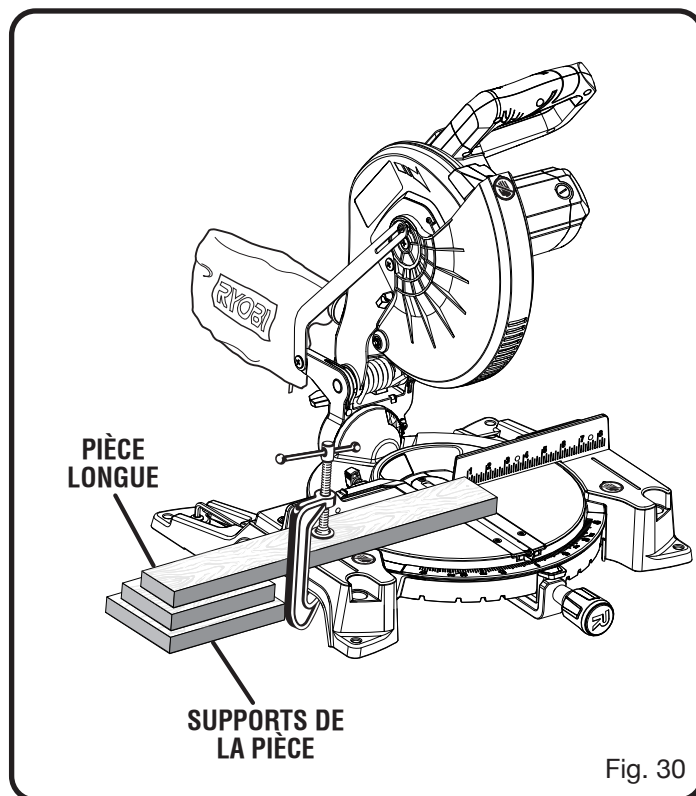

Fig. 30
- Lors de la coupe de planches ou de moulures longues, soutenir l'extrémité libre de la pièce avec un chevalet à rouleau ou un plan de travail se trouvant au même niveau que la scie. Voir la figure 30.
- Lors de la coupe de planches ou de moulures longues, soutenir l'extrémité libre de la pièce avec un chevalet à rouleau ou un plan de travail se trouvant au même niveau que la scie. *Voir la figure 30.*
Voir la figure 30.